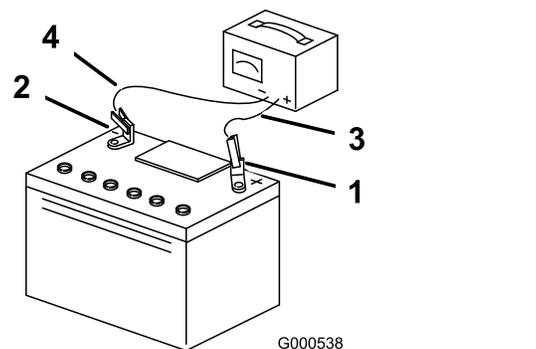

Figura 45
- Quando la batteria è completamente carica, staccate il caricabatterie dalla presa elettrica e scollegate i cavi di ricarica dai poli della batteria (Figura 45).